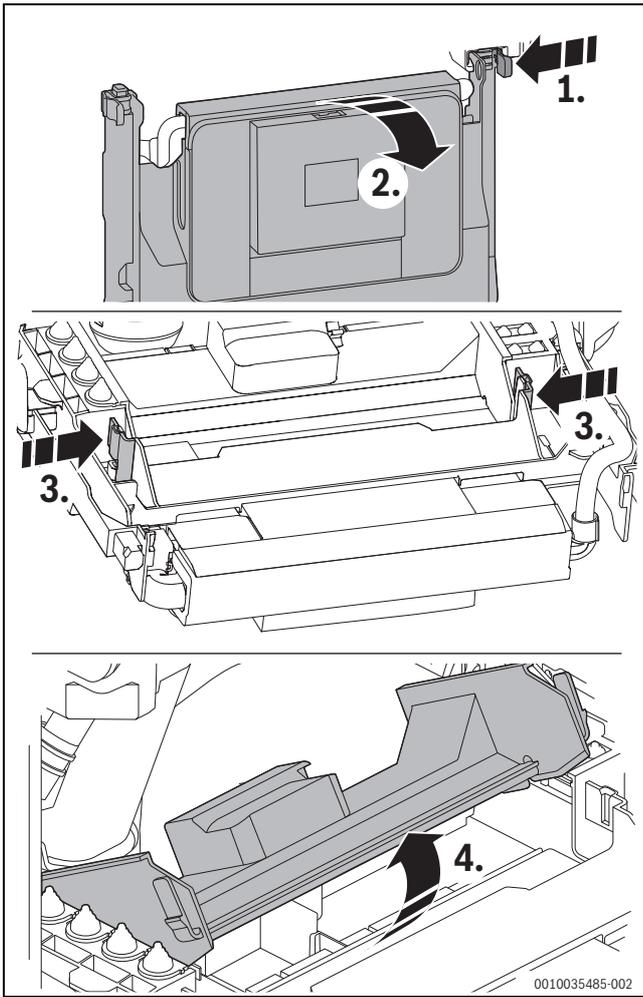

Fig. 34 Abrir el aparato de control
- ▶ Plegar el aparato de control hacia abajo (→ fig. 34).